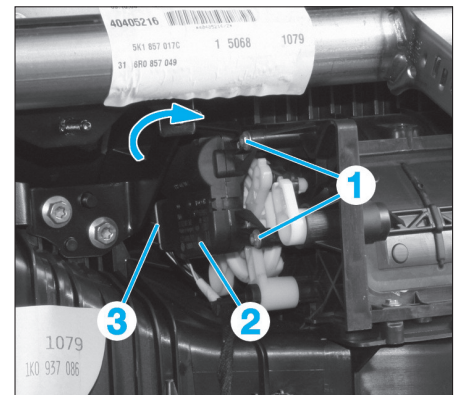

Fig. 23
- Déposer les deux vis (1) puis tourner le servomoteur de recyclage d'air (2) d'environ 15° dans le sens horaire.
- Débrancher le connecteur (3) du servomoteur (Fig.23).
- Déposer le servomoteur de recyclage d'air (2).